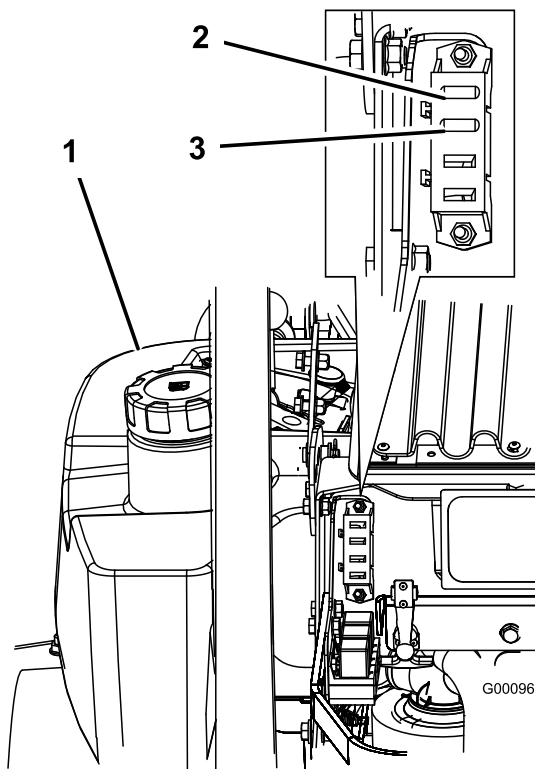

Figure 46
1. Déverrouillez et soulevez le capot pour accéder au porte-fusibles (Figure 46).
3. Remplacez le fusible (Figure 46).